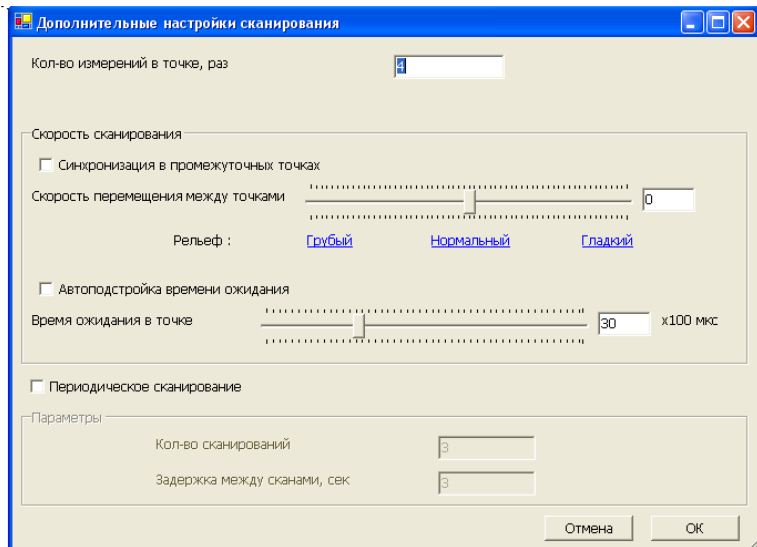

Рис. 11. Окно ввода дополнительных параметров процесса сканирования
- Дополнительное меню (рис. 11) позволяет задавать количество измерений в одной точке. Чем больше это число, тем медленнее будет происходить сканирование поверхности образца. Но, в зависимости от типа поверхности, возможно достижение лучшего результата.